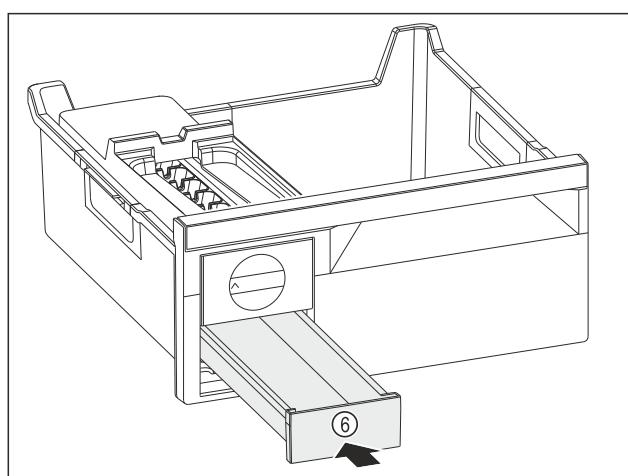

Fig. 217
- Встановіть форму для льоду Fig. 217 (6).